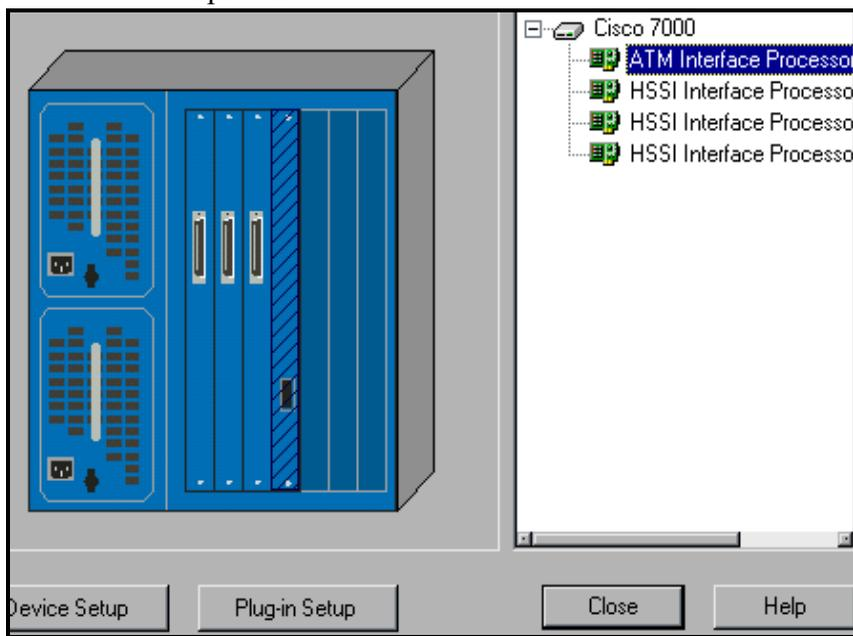

Рис. 4.9. Изменение картинки при выборе слота
- Выбираете сменный блок, он высвечивается (Рис. 4.9), и на изображении устройства и на панели выбора. Кнопка Plug-in Setup теперь стала активной.